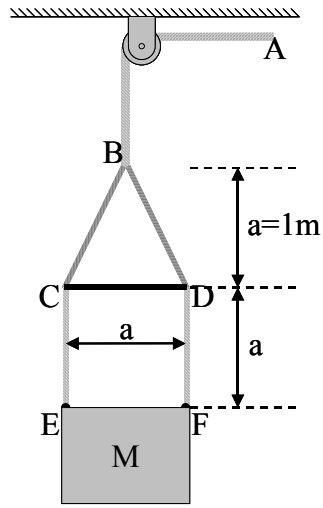

Figure 1
1. A lifting system BCDEF is attached to a cable AB (Figure 1) to lift a mass M . Considering the maximum mass to be lifted, each side cable BCD and BDF has been designed with a cross-section of 173 mm^2 for a Young's modulus of 140 GPa and an allowable load of 45 kN. A circular cross-section spacing bar CD ($E = 200 \text{ GPa}$) must also be installed to keep CE and DF vertical when pulling on the mass M .
1. Un système de levée BCDEF est attaché à un câble AB (Figure 1) afin de soulever une masse M . En considérant la masse maximale à soulever, chaque câble latéral BCD et BDF a été dimensionné avec une aire de 173 mm^2 pour un module d'Young de 140 GPa et une charge admissible de 45 kN . Une barre d'espacement de section circulaire CD ($E = 200 \text{ GPa}$) doit également être installée afin que CE et DF tirent verticalement sur la masse M .